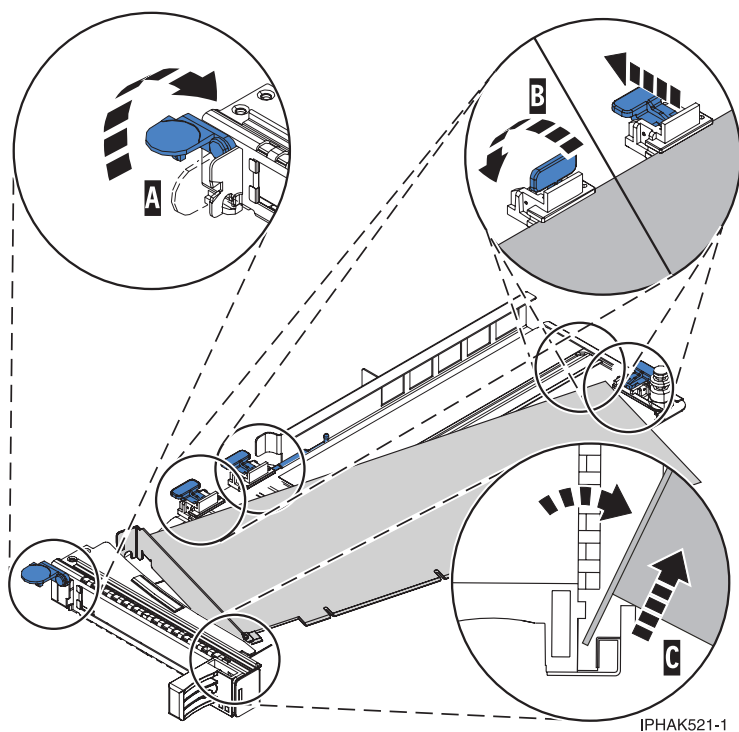

Figura 139. Adaptador que s'ha tret del casset d'adaptadors PCI
- a. Obriu les peces de retenció de l'adaptador fent girar el clip de retenció (A) fins que estigui en posició horitzontal. Consulteu Figura 139 a la pàgina 166.